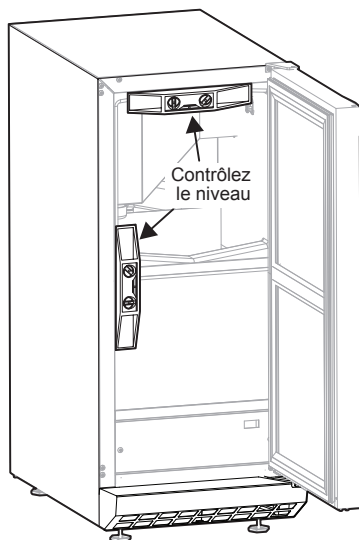

Figure 10
- 1 Utilisez un niveau pour vérifier si la machine à glaçons est de niveau de l'avant à l'arrière et d'un côté à l'autre (Figure 10).